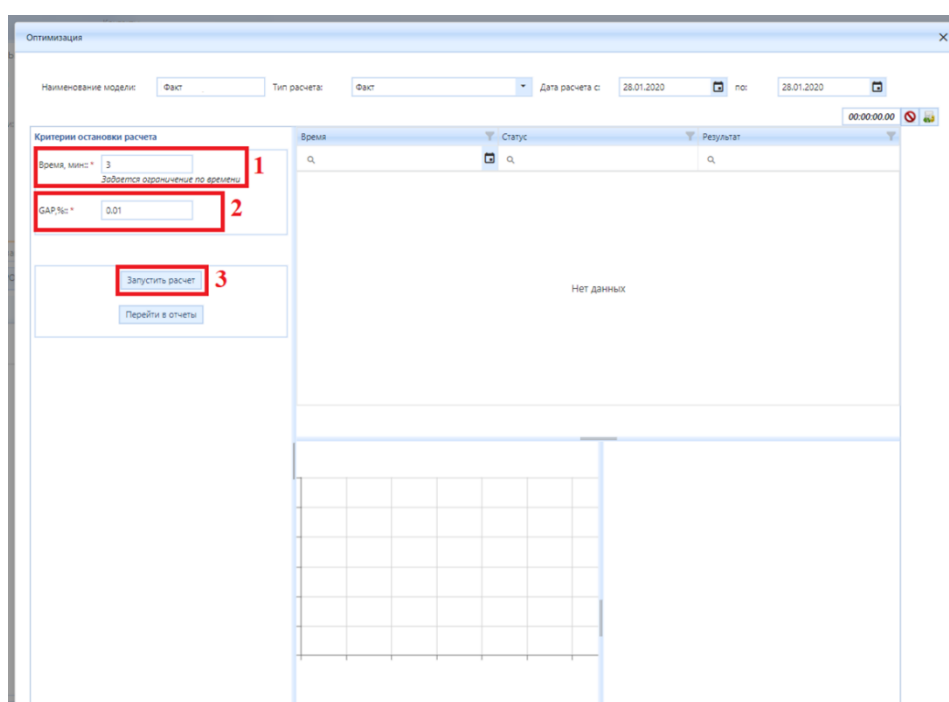

Рис. 59 – Окно «Оптимизация»
После нажатия кнопки появится окно «Оптимизация» (рис. . 59).
В окне необходимо задать (1) (рис. . 59) - максимальное время расчета модели (при выборе режима расчета выставляется автоматически). Указать (2) критерий сходимости модели – GAP (для всех режимов расчёта критерий сходимости рекомендуется оставлять по умолчанию - 0,01%). Последним действием нажать кнопку (3) «Запустить расчет».